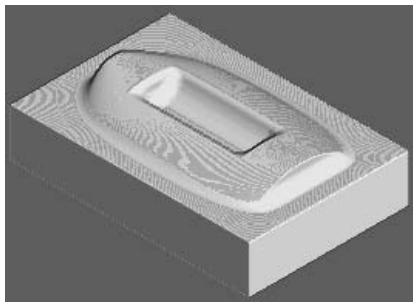

图 3-84 仿真加工结果 3
2) 在“仿真”工具栏的“当前刀具路径”下拉列表中选择要模拟的刀具路径 finish1，然后单击“执行”按钮，系统开始自动仿真加工，仿真加工结果如图 3-84 所示。